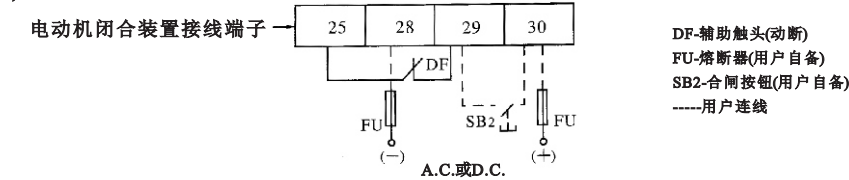

图19 电动机闭合装置二次回路接线图
电动机闭合装置在断路器前上方(在原电磁铁装置的位置), 其二次回路接线图见图19。
d)电动机闭合装置二次回路接线图见图19。